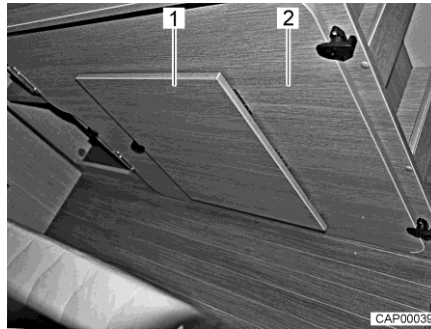

Fig. 43 Tabla de apoyo en el armazón de la cama derecho
- Quitar la tabla de apoyo adicional (Fig. 43,2) del armazón de la cama derecho en la parte trasera.
- Desplegar el reposapiés (Fig. 43,1) en la tabla de apoyo.